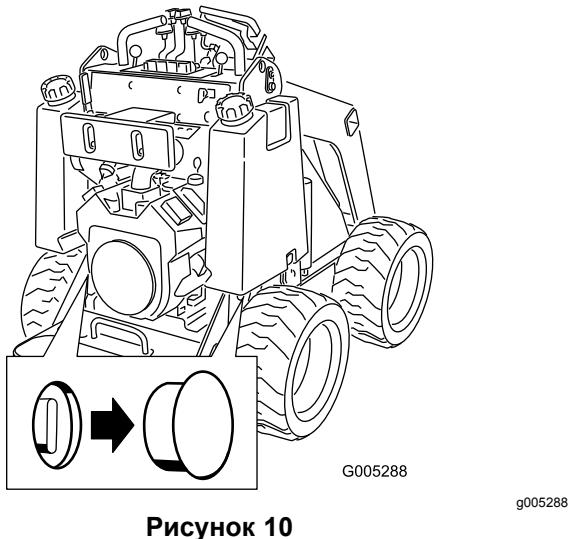

Рисунок 10
- Снимите заглушки, закрывающие все буксировочные клапаны (Рисунок 10).